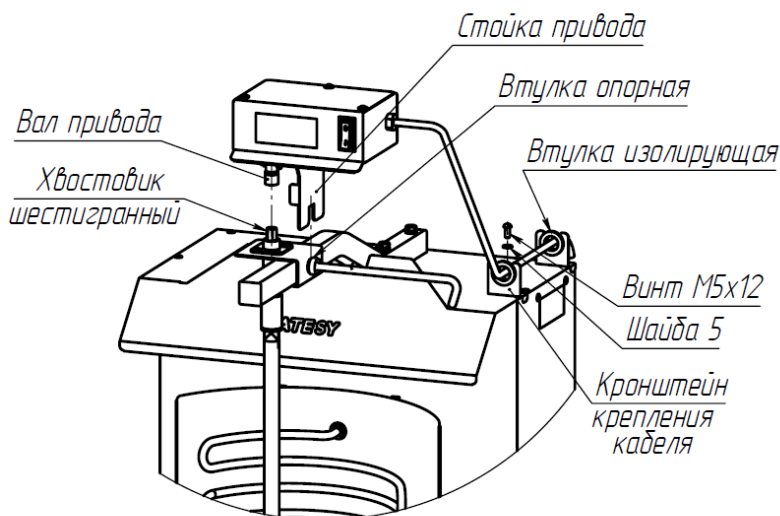

Рис.1
4.3. Установить привод на держатель ножа (рис.1).
4.4. Установить кронштейны крепления кабеля на крышке установки с помощью крепежа (рис.1).
4.5. Изолирующие втулки, надетые на сетевой кабель, вставить в пазы кронштейнов крепления кабеля (рис.1).